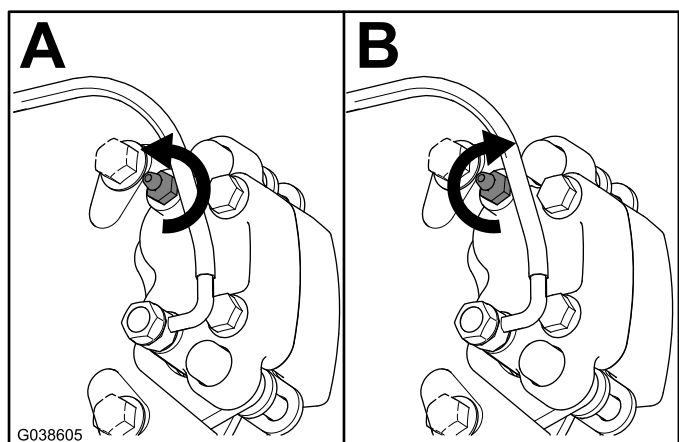

Figura 11
2. Con el pedal de freno pisado a fondo, afloje el tornillo de purga $1/4$ de vuelta (Figura 11).
3. Con el pedal de freno pisado a fondo, apriete el tornillo de purga $1/4$ de vuelta (Figura 11).